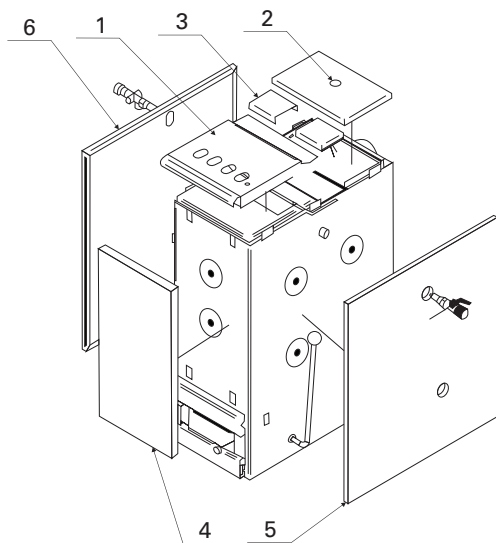
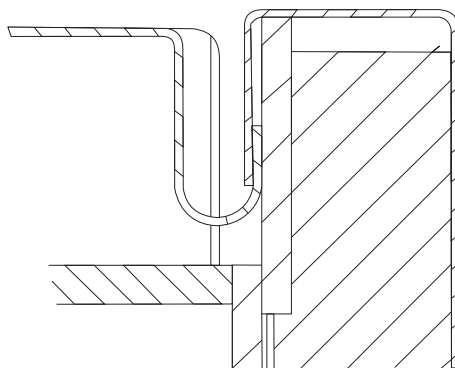

Рис. 6
Рис. 7
6. На корпус котла установить кожухи – см. рис. 6.
- а) на загрузочную дверцу установить кожух загрузочной воронки поз. 1 на рис. 6 и привинтить его сбоку четырьмя саморезами в предварительно просверленных отверстиях;
- б) монтаж кожуха теплообменника, поз. 2 на рис. 6, выполнить таким же образом, как указано в пункте «а»;
- с) центральные кожухи поз. 3 на рис. 6 вложить ровной частью под фланец и отжать к краю котла (см. деталь закрепления центральных кожухов на рис. 6);
- д) передний кожух поз. 4 на рис. 6 установить более широким подвесным краем под нижние захваты на корпусе, прижать его к котлу и задвинуть в верхние захваты;
- е) установку боковых кожухов поз. 4, 5 на рис. 6 выполняем таким же образом, как указано в пункте «д». При установке кожухов в верхние захваты проследите за тем, чтобы верхний подвесной край вошел в желобок центрального кожуха поз. 3 на рис. 6 и за счет этого был закреплен (см. деталь закрепления центральных кожухов на рис. 7).